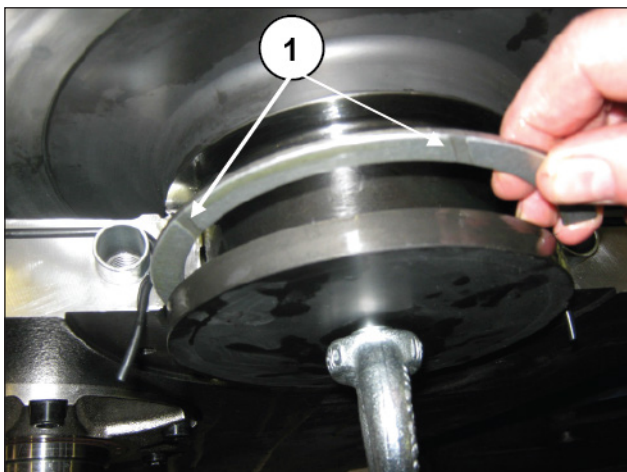

Рис. 101
Упорные кольца должны быть установлены так, чтобы сточные канавки на их плоскости были обращены к внутреннему и внешнему заплечикам коленчатого вала (поз. ①, Рис. 99 и Рис. 101).